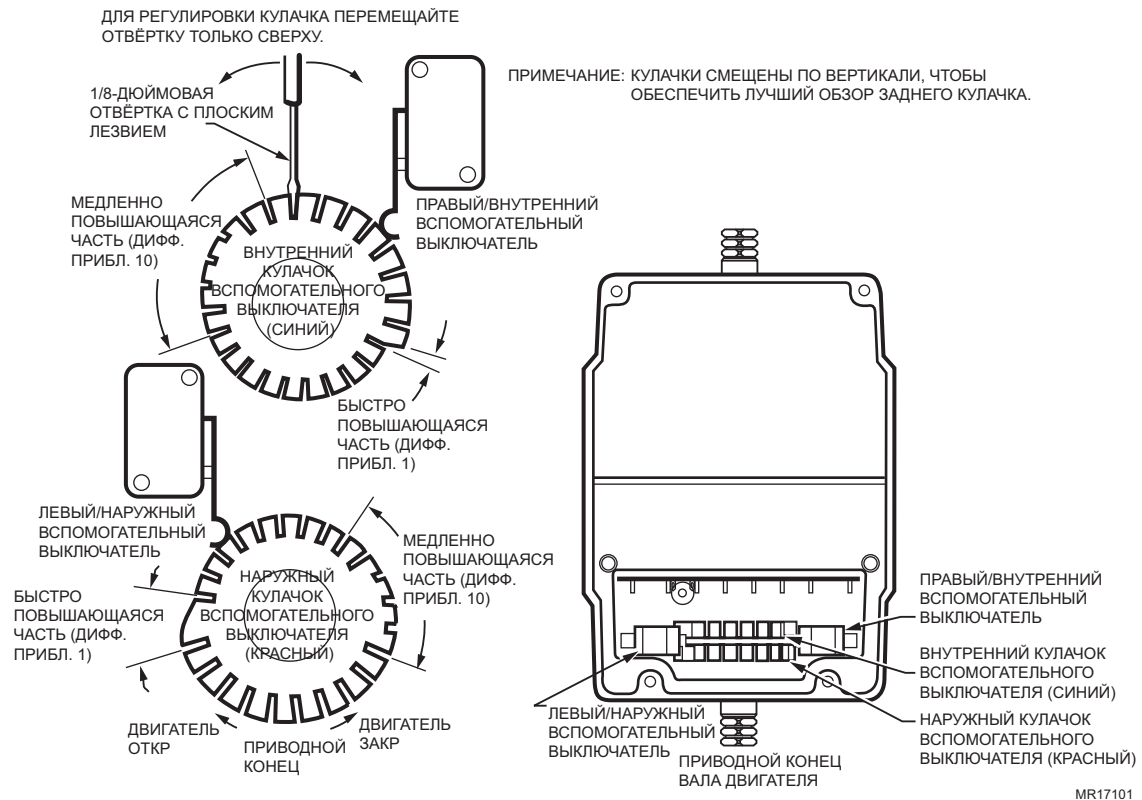

Рис. 12. Регулировка вспомогательных выключателей.
Электрическая схема вспомогательных выключателей приведена на Рис. 12.
1. Вставьте лезвие отвёртки на 1/8 дюйма в щель на кулачке и переместите ручку отвёртки насколько можно в нужном направлении. См. Рис. 12.